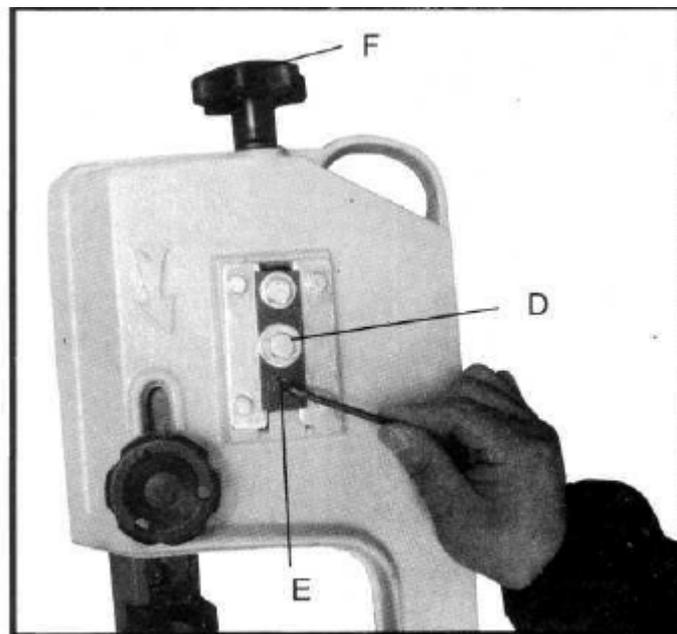

Fig. 7
3. Les paliers-guides et paliers-supports de lame (E), Fig. 7 (deux d'entre eux sont illustrés), doivent être séparés de celle-ci pour effectuer le réglage.
4. Desserrez la vis (D), Fig. 7.
6. Serrez la vis (D), Fig. 7, à la fin du réglage.
7. IMPORTANT : LORS DE CE REGLAGE, LA VIS (E), Fig. 7, RISQUE D'ETRE TROP SERREE CE QUI NUIT A L'ALIGNEMENT DE LA LAME. Dans ce cas, desserrez la vis de réglage (E) de plusieurs tours, mais ne la sortez pas de son orifice fileté et desserrez la vis (D). Tournez cette vis (D) dans le sens horaire jusqu'à l'arrêt, mais sans serrer. Tournez alors à fond la vis de réglage (E) dans le sens horaire. Mettez la machine en marche et tournez la vis de réglage (E) dans le sens horaire, un peu à la fois, jusqu'à ce que la lame soit correctement alignée, serrez alors la vis (D), Fig. 7.